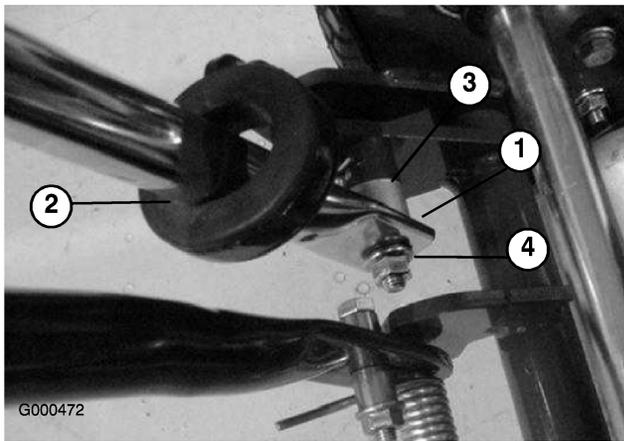

図 5
2. ハンドル・サポート・アームの溝にハンドルを差し込む（図 5）。
- 左右のハンドル端を内側に押し縮めるようにして、ピボット・ピンの段部に取り付ける (図 5)。
- フランジ・ロックナットを使って、ハンドルをキャップスクリューとピボット・ピンに固定する (図 5)。